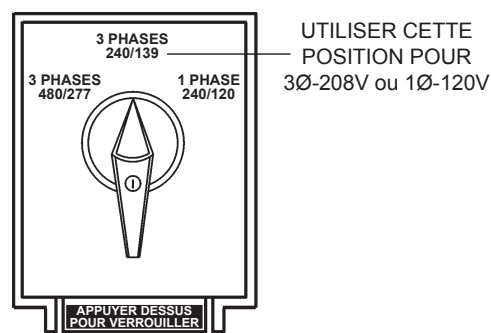

**Figure 23. Commutateur de sélection de tension
1. Mettre le commutateur de sélection de tension dans la position 3Ø 240/139 comme indiqué dans la Figure 23.